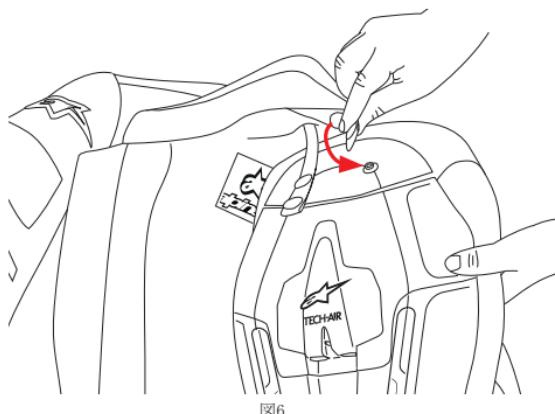

図6
2. 二つのスタッドコネクタをエアバッグベスト(2)の後部プロテクターに取り付けます。最初の場合、プロテクターを上の二つのスタッドに取り付けます(図6参照)。
- エアバッグベストを低い方の二つのスタッドに取り付ける(エアバッグベストの設置ステップ2 - 図6参照)。